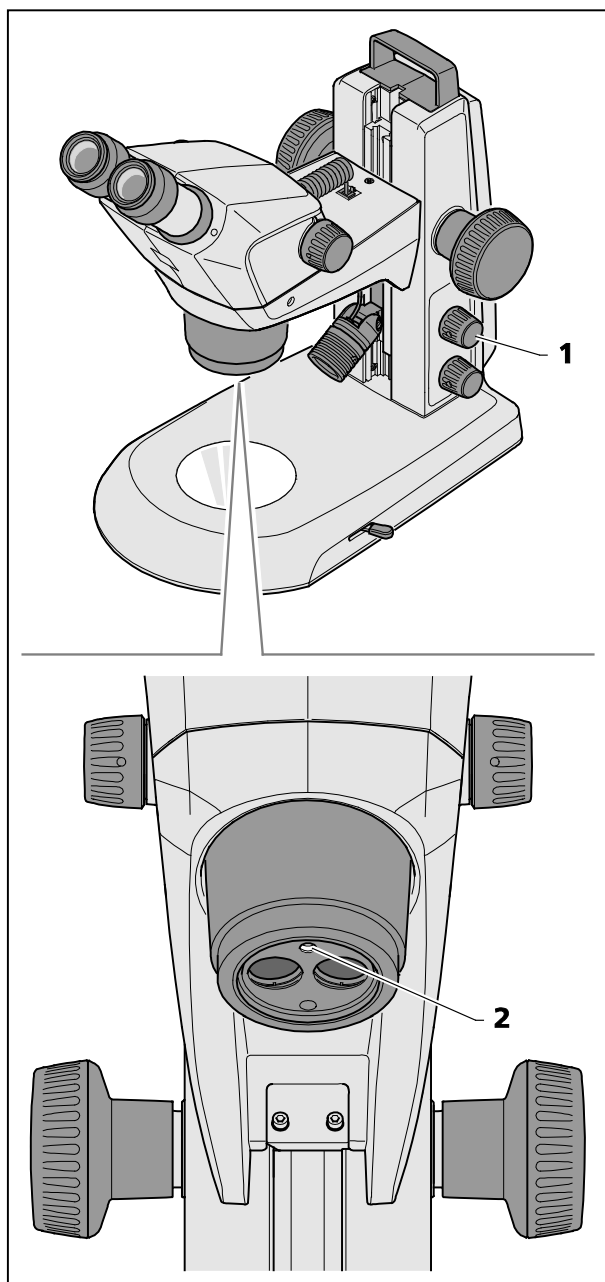

Fig. 20 Réglage de l'éclairage vertical
- Appuyez une fois sur le bouton rotatif (Fig. 20/1) pour allumer ou éteindre l'éclairage vertical (Fig. 20/2).